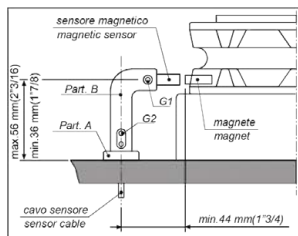

Fig. 1B
2. Per i salpa ancora ad asse verticale (vedi Fig. 1B) eseguire la foratura nella circonferenza inferiore del barbotin.